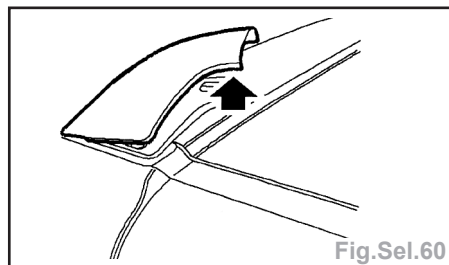

Fig.Sel.60
- les caches (Flèche) de l'avant des barres du toit (Fig.Sel.60).